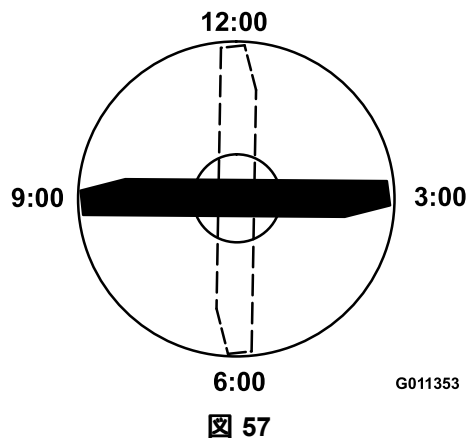

図 57
4. ブレードの印の付いているほうの端部を12時の位置車両進行方向に向け 図 57、作業台の表面からブレードの切っ先までの高さを測定する。
5. 印の付いている端部を3時の位置と9時の位置に向けて図 57それぞれ高さを測定する。